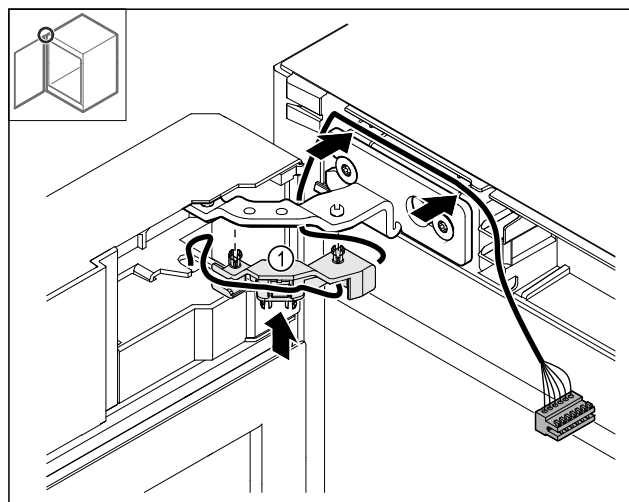

Fig. 48
- Вдавите держатель кабеля Fig. 48 (1) в шарнир.